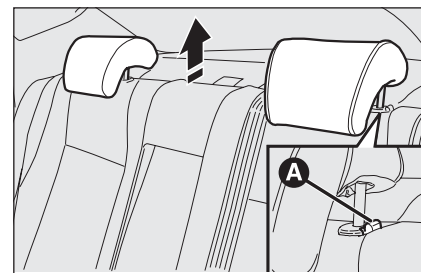

fig. 35
- premere i tasti **A-fig. 35** (ubicati a lato dei due sostegni degli appoggiatesta) quindi rimuovere gli appoggiatesta sfilandoli verso l'alto.